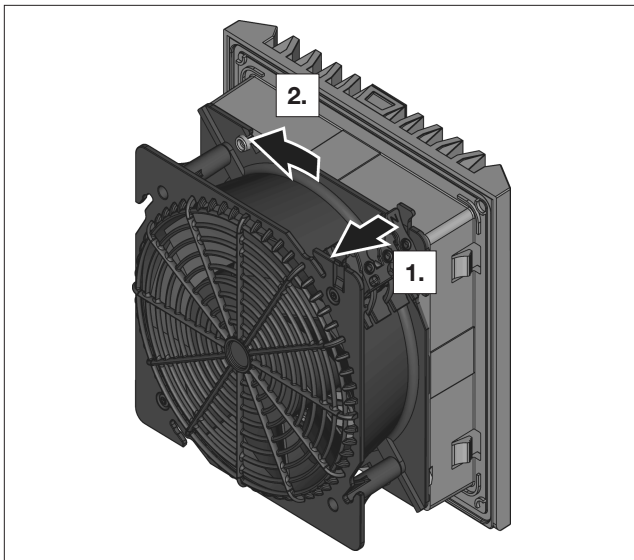

Bild 7: Upplåsning av bajonettlås
- Dra i fliken på bajonettlåset på fläktens baksida (se bild 7) så att bajonettlåset frigörs. Den är placerad på anslutningsklämmans hörn.